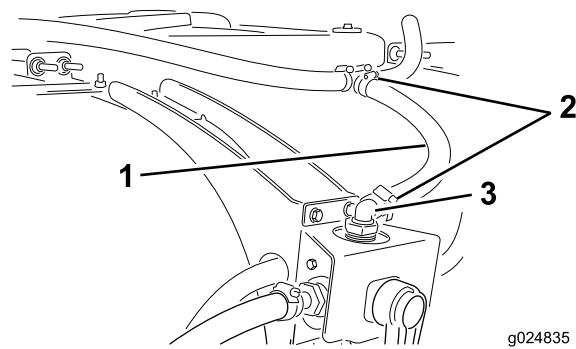

図 30
- 先ほど取り付けたT字フィッティングの開放端に、ホースを接続する(図 30)。